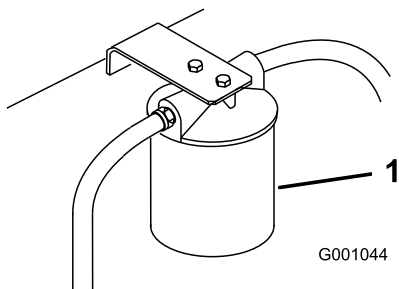

Figure 92
- Placez un bac de vidange sous le filtre, déposez le filtre usagé et essuyez la surface du joint de l'adaptateur (Figure 92).